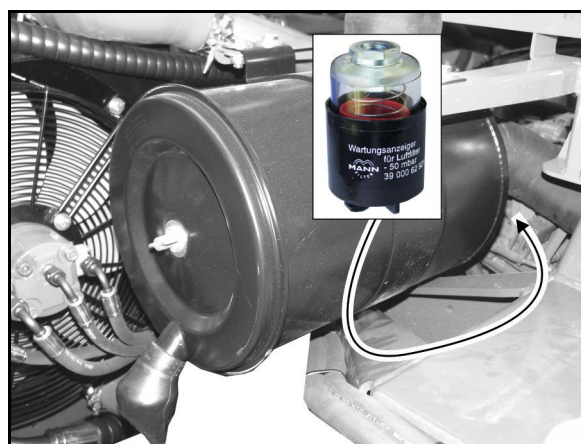

Fig. 166
2. Trageți afară joa de ulei (Fig. 166/1) și curățați-o cu o lavetă curată.
4. Dacă este necesar, trebuie completat nivelul de ulei cu uleiul prescris în deschiderea de umplere ulei (Fig. 166/2,3).
5. Scoateți prin rotire șurubul de evacuare ulei (Fig. 166/4).